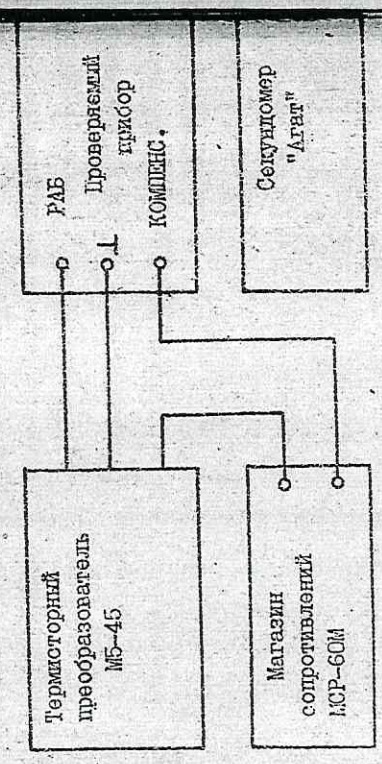

Рис. 12.4
12.3.4.4. Времи усвоенности показаний прибора определяется путем измерения мощности подопреда термистора и измерения времени, за которое отсчетное устройство показывает величину подаваемой мощности. Схема соединения приборов приведена на рис. 12.4.
- 1) соедините прибор согласно рис. 12.4;